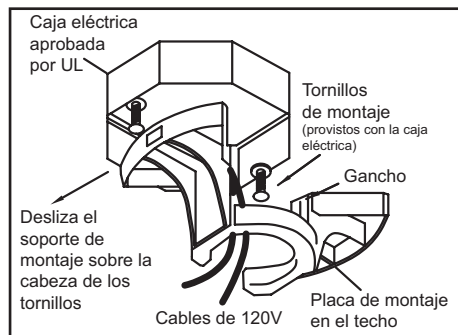

Figura 10
1. Pasa los cables de suministro de 120 voltios a través del orificio central de la placa de montaje del techo como se muestra en la Figura 10.
2. Instala la placa de montaje de techo sobre la caja eléctrica deslizando la placa de montaje sobre los dos tornillos suministrados con la caja eléctrica. Cuando uses un montaje y la placa de montaje esté nivelada. Si es necesario, usa arandelas niveladoras (no incluidas) entre la placa de montaje y la caja eléctrica. Nota que el lado plano del soporte de montaje está hacia la caja eléctrica (Figura 10).